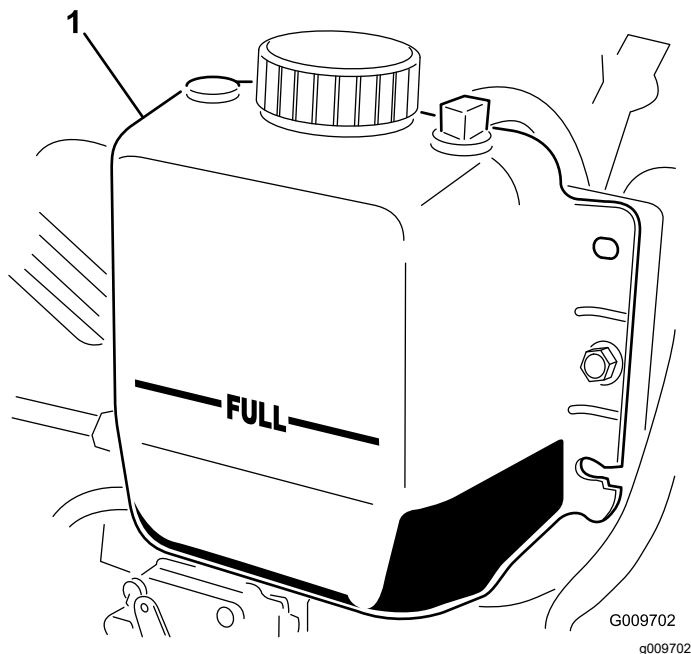

Figura 35
**Nota:** Il radiatore deve essere riempito fino alla parte superiore del collo del bocchettone ed il serbatoio di espansione fino al segno di pieno (Figura 35).